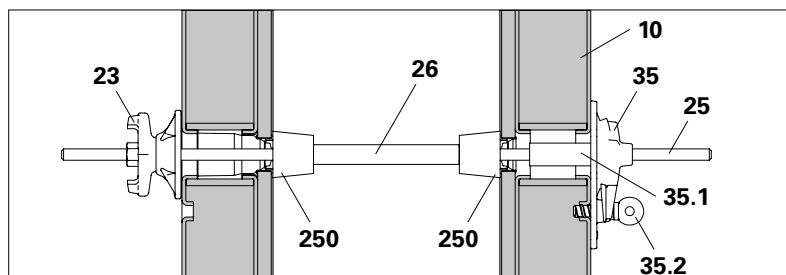

Fig. A5.11
- Variante 2 avec DK cône d'étanchéité DW 15/55 (Fig. A5.11)